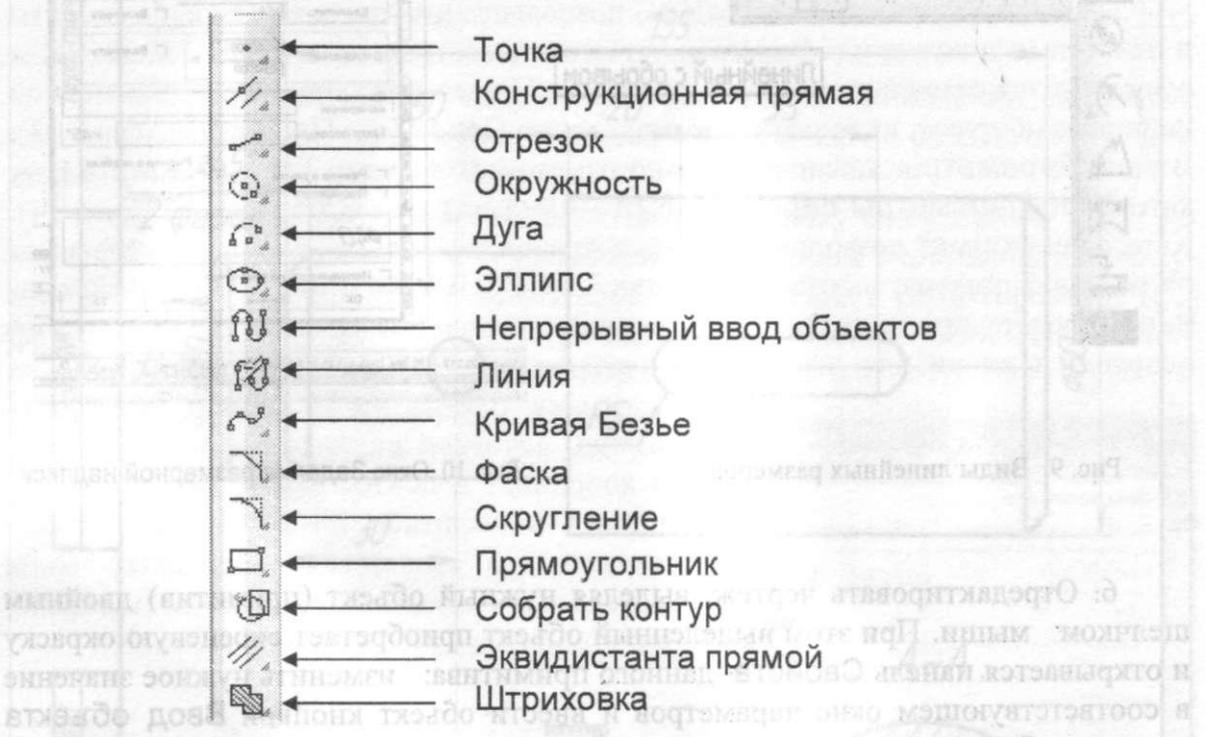
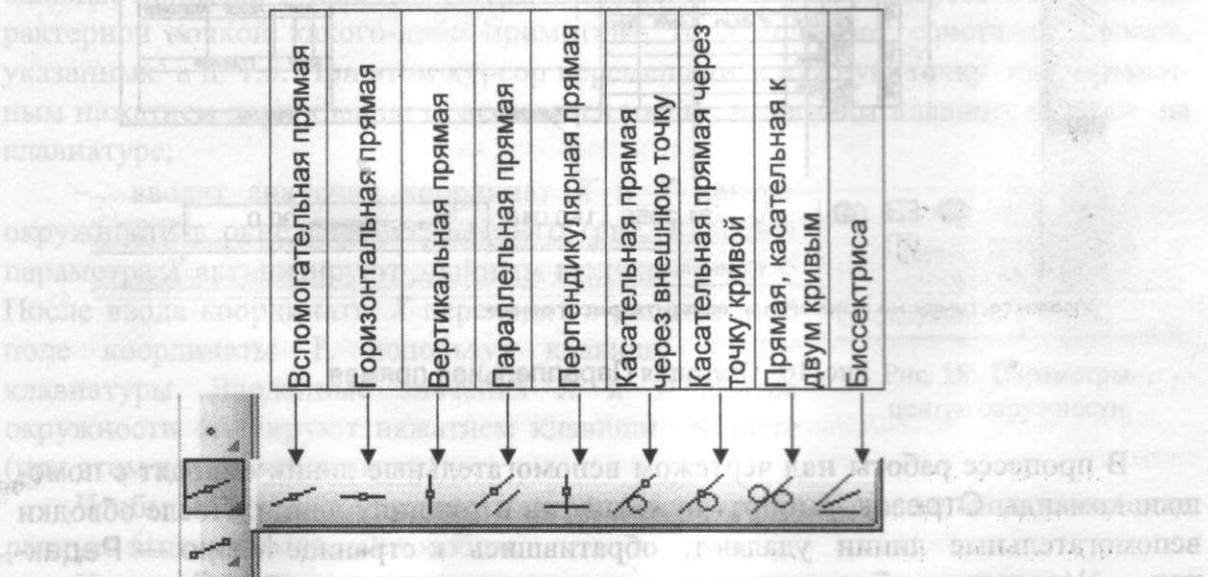
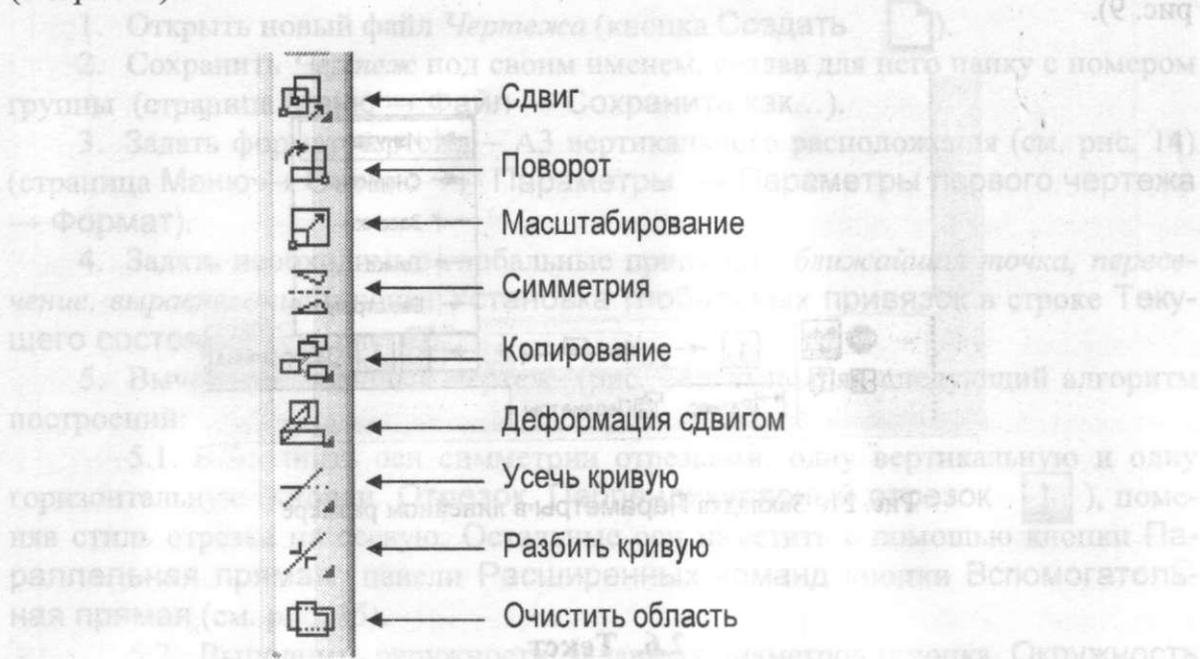

Рис. 7. Геометрические примитивы
Рис. 15. Панель Расширенных команд кнопки Вспомогательная прямая
Рис. 20. Содержание Инструментальной панели Редактирование
- на инструментальной панели Геометрия  использовать клавиши ввода геометрических примитивов (рис. 7);
Команда Вспомогательная прямая  из панели Геометрия  (см. рис. 7) позволяет строить вспомогательные линии, бесконечные в границах экрана и требующие дальнейшей обводки с помощью операций Отрезок , Непрерывный ввод объектов  и т.п.. Панель Расширенных команд, соответствующая команде Вспомогательная прямая, включает в себя операции, показанные на рис. 15.
Команды редактирования объектов позволяют оптимизировать черчение, т.е. сократить время выполнения однотипных операций. Различные инструменты редактирования становятся доступны после щелчка мыши на кнопке  **Редактирование** в **Компактной панели** (см. рис. 5). Содержание панели показано на рис. 20.
- 5.1. Выполнить оси симметрии отрезками: одну вертикальную и одну горизонтальную (кнопки **Отрезок**, **Перпендикулярный отрезок** ), поменяв стиль отрезка на осевую. Остальные оси наметить с помощью кнопки **Параллельная прямая** панели **Расширенных команд** кнопки **Вспомогательная прямая** (см. рис. 15).
- 5.5. Удалить лишние дуги окружности (кнопка **Усечь кривую** панели **Редактирование** (см. рис. 20)).
- 5.8. Вычертить остальные элементы. Использовать команды **Копирование** и **Симметрия** страницы **Редактирование** (см. рис. 20), **Параллельный отрезок**, **Скругление** страницы **Геометрия** (см. рис. 7).